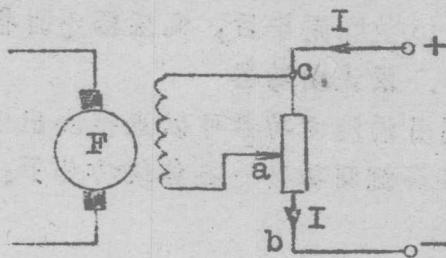

图 0—7
(2) 在图 0—7 所示电路中，当可移动触头 a 移到接近 b 时，流经激磁绕组的电流增加，这时合成电流 I 增加，所以选择变阻器的电流时应考虑到当 a 趋近于 b 时，合成电流不超过变阻器的额定电流。
(3) 使用时应明确滑动触头的位置对电阻器的影响，即应弄清这时滑动触头在什么位置电阻最大，在什么位置电阻最小。
(4) 搬移滑线变阻器时不允许用手提横梁，否则将造成横梁弯曲使滑动触头的接触不好。